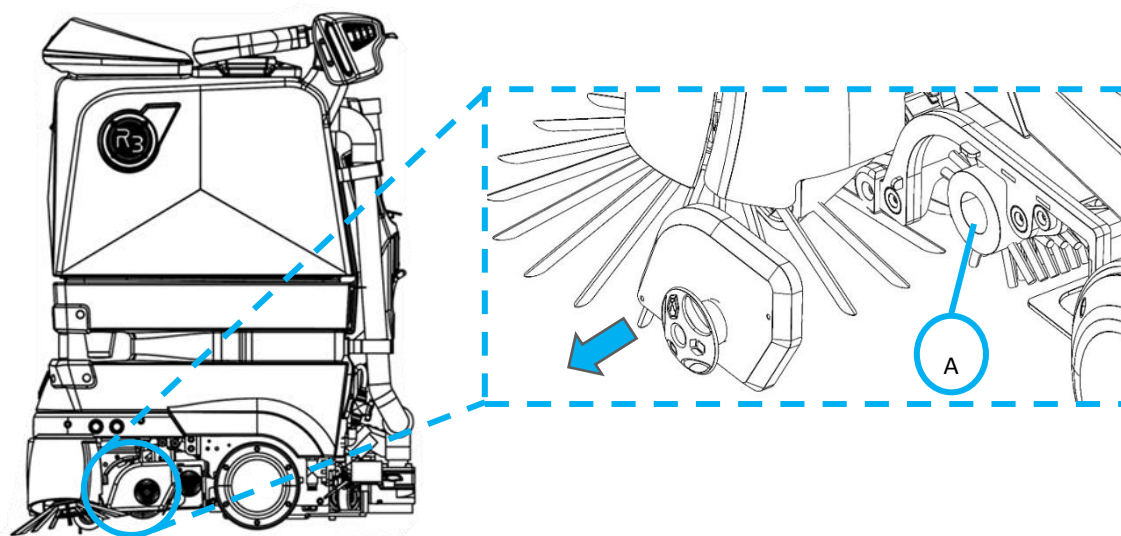

FIGURE 10-11
1. Tirez sur le bouton du couvercle de la brosse pour le libérer de l'attrape magnétique (A) (Fig. 10-11).
2. Retirez la brosse (Fig. 10-11) et nettoyez-la sous un jet d'eau courante pour éliminer les impuretés des poils.